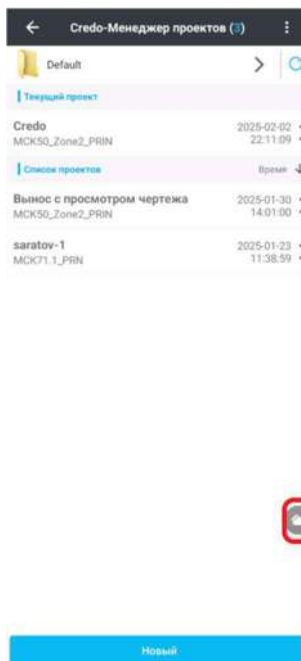

Рисунок 2.2.12
- ☛ Нажмите на изображение облака во вкладке **Проекты** (Рисунок 2.2.12).